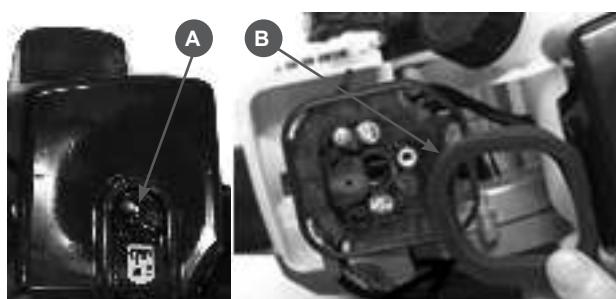

Рис.13
- Открутите барашковую гайку (A) и снимите крышку воздушного фильтра (Рис.13).
- Извлеките воздушный фильтр (B) из корпуса и проверьте его на отсутствие повреждений.